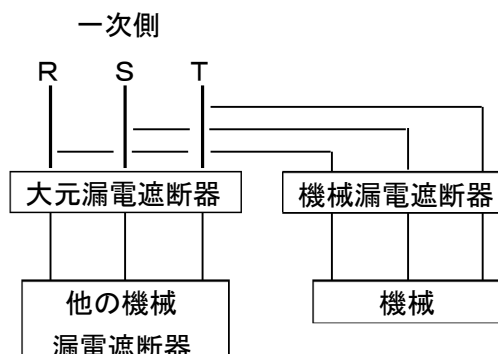

図 6-1
- 機械専用で電気工事を行う場合には図 6-1 の要領で行ってください。